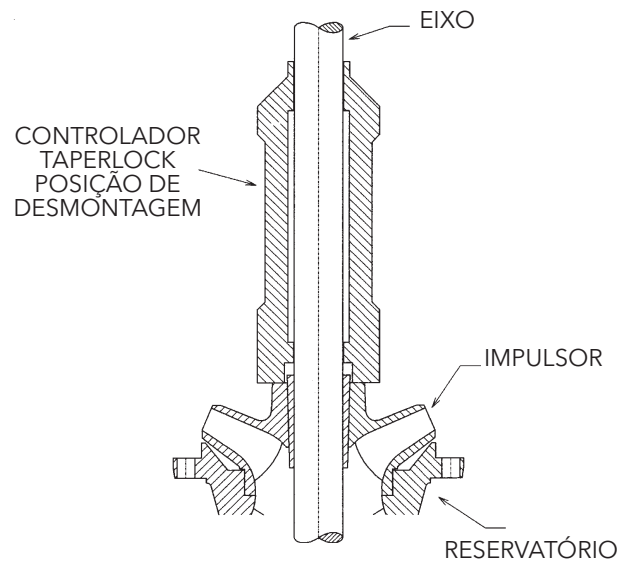

Figura 15
3. Puxe o mais possível o eixo e bata na manga do impulsor utilizando um controlador taperlock ou equivalente para retirar o impulsor da taperlock (consulte a Figura 15).